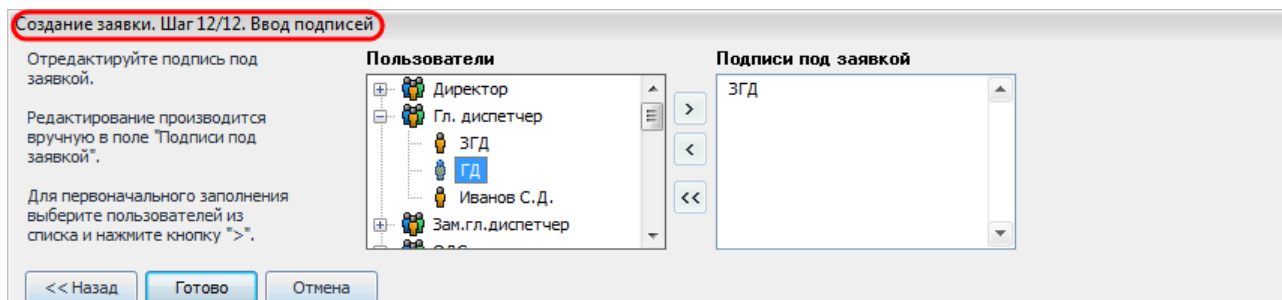

Рисунок 10.37 – Ввод подписи
- **«Шаг 12/12. Ввод подписей».** На данном шаге необходимо ввести подпись пользователя, подающего заявку (Рисунок 10.37). Пользователя можно выбрать из списка пользователей данного предприятия, либо ввести вручную (в случае создания заявки за «чужое» предприятие). Список формируется из пользователей, обладающих правом «Право последней подписи» или правом «Право подписи за службу».